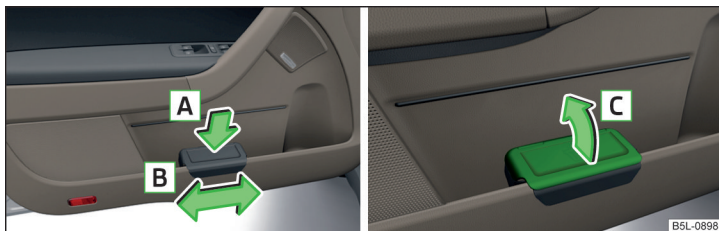

Fig. 82 Cubo de basura: colocar y mover / abrir
- Presione el cubo de basura por el área trasera en el sentido de la flecha **A** » fig. 82.
- Extraiga el cubo de basura en sentido contrario al de la flecha **A** » fig. 82.
- Levantar la tapa en el sentido de la flecha **C** » fig. 82.